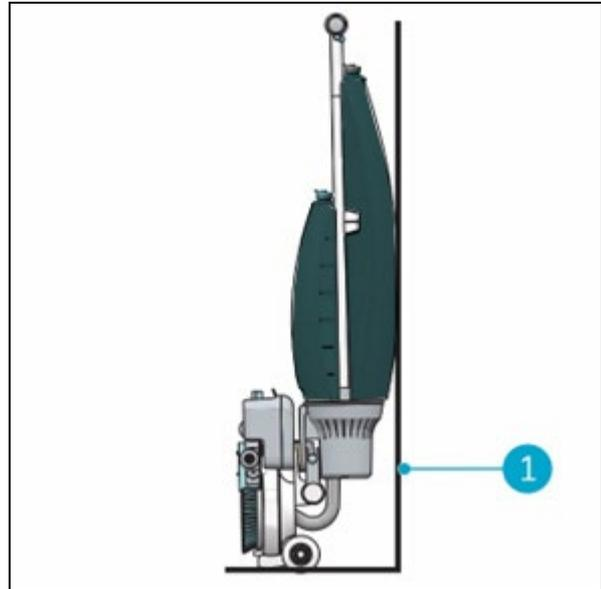

Figura 24
3. Guarde a i-mop® Lite perto de uma parede (Figura 24, pos 1) com a pega a apontar para a parede e as escovas viradas para fora da parede.